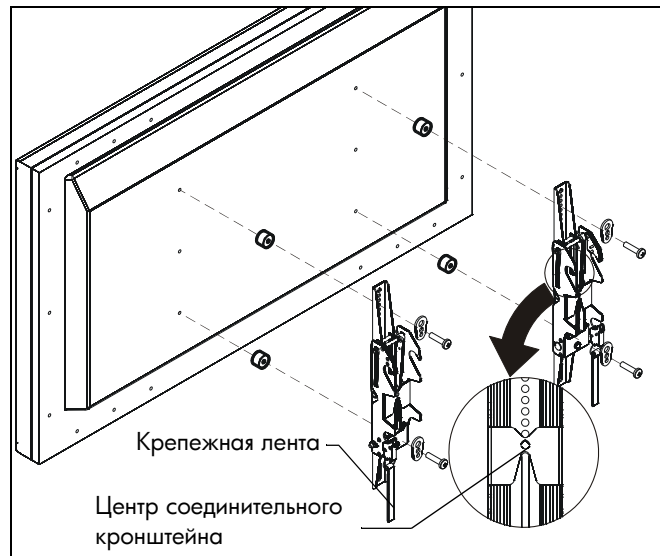

рис. 9
2. Достаньте из пакета с фурнитурой (A-N) винты соответствующего размера, втулки (при необходимости) и универсальные шайбы и прикрепите соединительные кронштейны к тыльной стороне экрана. (См. рис. 9)